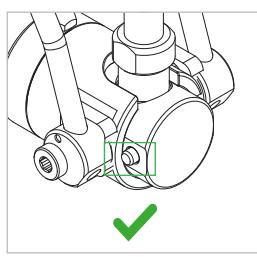

Figure 6
- Attention :** le pointeau de sécurité (n° 5) sur le connecteur doit sortir après la mise sous pression (Figure 6). L'actionnement est bloqué, le connecteur ne peut pas être débranché sous pression.